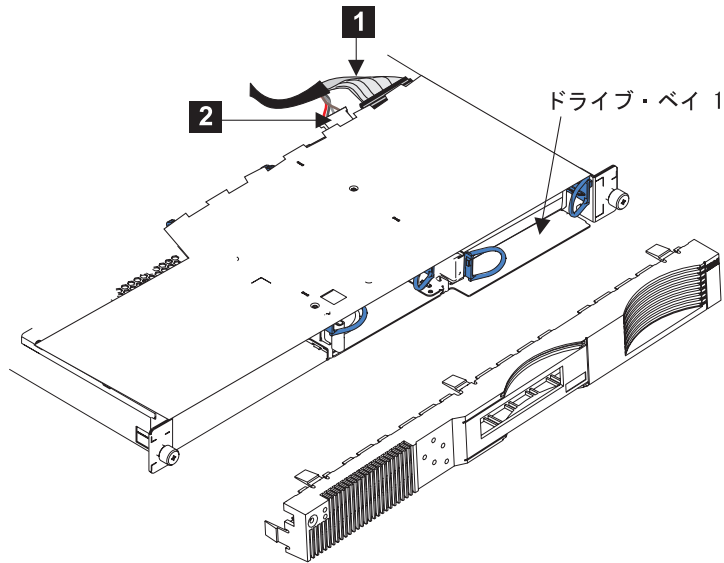

図 115. SAN ボリューム・コントローラー 2145-4F2 ディスク・ドライブ・ケーブルの交換
1. SCSI シグナル・コネクタ **1** と電源コネクタ **2** をディスク・ドライブの背面に接続し、ケーブルを再取り付けします。434 ページの図 115 を参照してください。